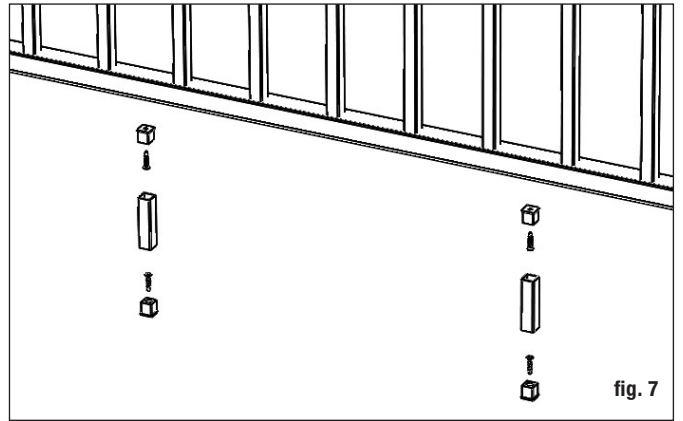

fig. 7
Paso 6 Se necesita un soporte de riel cada 2 pies (**2 se incluyen en el kit de 6 pies, 3 en el kit de 8 pies**). Conecte los conectores de soporte del riel a la parte inferior del riel inferior a intervalos de 2 pies. Realice una perforación previa con una broca de 1/8 pulg. Fije los soportes del riel a los conectores del bloque de soporte. Marque la ubicación del soporte del riel en la superficie de la plataforma y fije el otro conector del soporte del riel a la plataforma con el tornillo incluido (fig. 7). **Para barandillas de titanio cepillado anodizado, taladre dos orificios de drenaje de 1/4 pulg. a través de la parte inferior de la barandilla para evitar atrapar agua. Centre los orificios de drenaje entre dos ubicaciones de balaustres, ya que los balaustres pueden bloquear el camino y evitar que el agua se drene correctamente.**